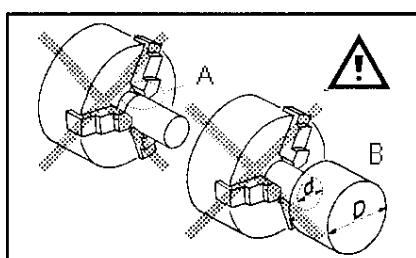

Рисунок 13
Избегайте зажима слишком короткой части заготовки (A, рисунок 13) или зажима на малом диаметре (B).